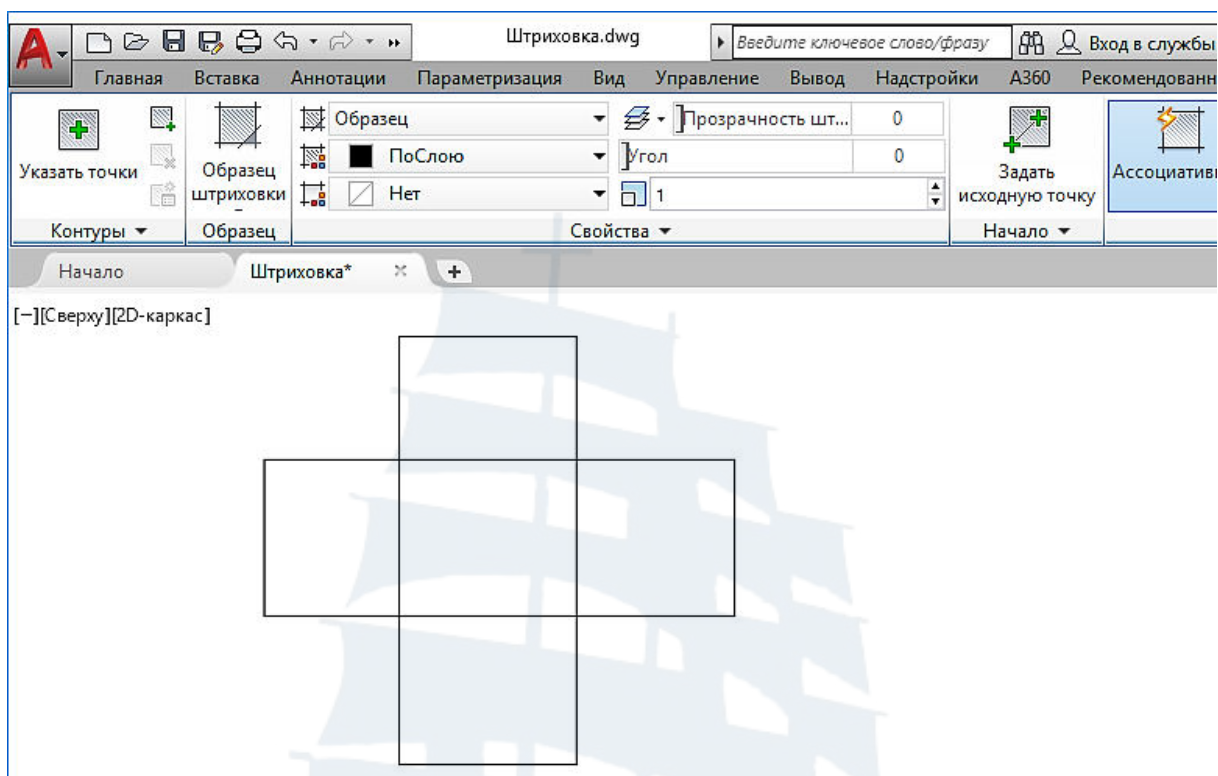

Рис. 149
**Штриховка** → лента примет вид, изображенный на рис. 149.